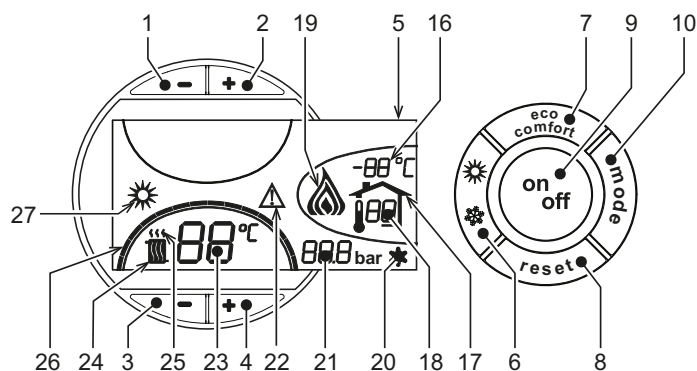
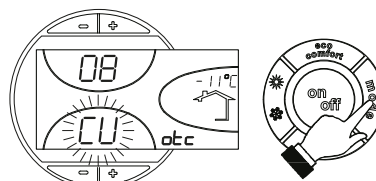
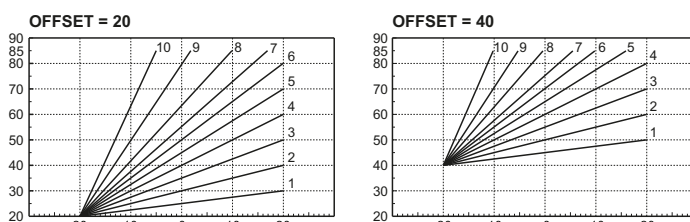

рис. 1 - Панель управления
рис. 9 - Кривая погодозависимого регулирования
рис. 12 - Пример параллельного смещения кривых погодозависимого регулирования
Нажмите клавишу **on/off** (поз. 9 - рис. 1) в течение 1 секунды.
Для повторного включения котла снова нажмите клавишу **on/off** (поз. 9 рис. 1) в течение 1 секунды.
- Нажмите кнопку ВКЛ/ВЫКЛ (9 - рис. 1)
Нажмите клавишу **Лето/Зима** (поз. 6 - рис. 1) на 1 секунду.
На дисплее высвечивается символ "Лето" (поз. 27 - рис. 1). При этом котел будет вырабатывать только воду для ГВС. Остается активной система защиты от замерзания.
Для выключения режима "Лето" вновь нажмите клавишу **Лето/Зима** (Поз. 6 - рис. 1) на 1 секунду.
Температура в системе отопления регулируется в пределах от 30°C до 80°C с помощью клавиш (дет. 3 и 4 -)рис. 1.
Температура в системе ГВС регулируется в пределах от 10°C до 65°C с помощью клавиш (поз. 1 и 2 - рис. 1).
При установке внешнего датчика (опция) на дисплей панели управления (поз. 5 -) выводится рис. 1 текущая внешняя температура, измеряемая этим датчиком. При этом система управления котлом работает в режиме "Плавающая температура". В этом режиме температура воды в системе отопления регулируется в зависимости от внешних климатических условий с тем, чтобы обеспечить максимальный комфорт и экономию энергии в течение всего года. В частности, при увеличении температуры наружного воздуха уменьшается температура подаваемой в систему отопления воды в соответствии с определенной "характеристикой компенсации".
В режиме плавающей температуры величина, заданная с помощью клавиш регулировки отопления (поз. 3 и 4 - рис. 1), становится максимальной температурой воды системы отопления. Рекомендуется устанавливать ее на максимальную величину, чтобы позволить системе выполнять регулировку во всем полезном рабочем диапазоне.
При однократном нажатии на клавишу **Режим** (поз. 10 - рис. 1) отображается фактическая компенсационная кривая (рис. 9), которую можно изменить с помощью **клавиш системы ГВС** (поз. 1 и 2 - рис. 1).
При нажатии **клавиш регулировки температуры отопления** (поз. 3 и 4 - рис. 1) обеспечивается доступ к режиму параллельного изменения кривых (рис. 12), изменяемого с помощью **клавиш системы ГВС** (поз. 1 и 2 - рис. 1).
При повторном нажатии клавиши **Режим** (поз. 10 - рис. 1) осуществляется выход из режима регулировки параллельных кривых.
Если к котлу подключено устройство дистанционного управления с таймером (опция), вышеописанные регулировки производятся в соответствии с указаниями, приведенными в таблице 1. При этом на дисплее пульта управления (поз. 5 - рис. 1) высвечивается температура в помещении, измеряемая устройством дистанционного управления.
Выбор режимов ECO/COMFORT	При выключении режима ГВС с пульта ДУ котел переходит в режим "Эко-поту". В этих условиях клавиша 7рис. 1 - на панели котла отключена. При включении режима ГВС с устройства ДУ с таймером котел устанавливается в режим Comfort. В этих условиях с помощью клавиши 7рис. 1 - на панели управления котла можно выбрать любой из этих двух режимов.